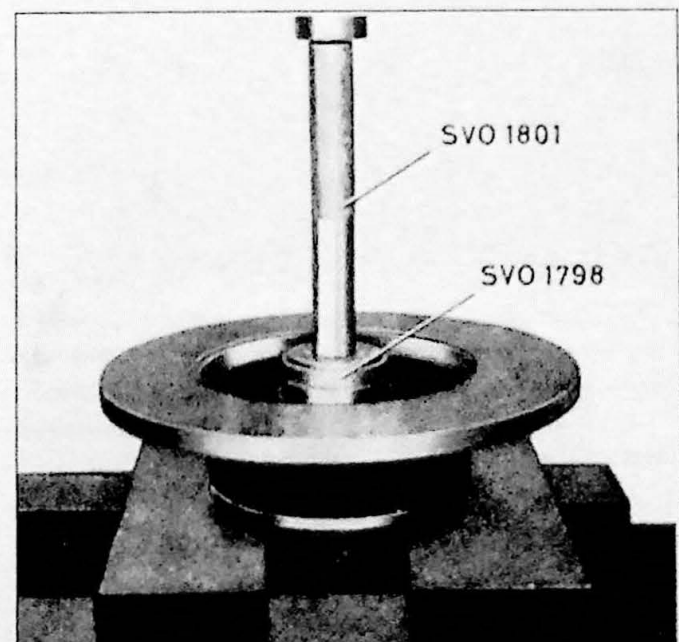

Fig. 10.12. Montage van de afsluitring
3. Plaats het binnenlager op zijn plaats in de naaf. Pers de afsluitring in met SVO 1798 naast SVO 1801 (Fig. 10.12). Olie de viltring rijkelijk in met dunne motorolie.